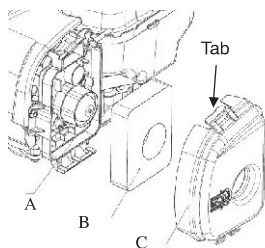

Fig. 10
1. Levanta la lengüeta de la tapa y quita la tapa del filtro de aire. (C, Fig.10)
2. Quita el filtro (B).